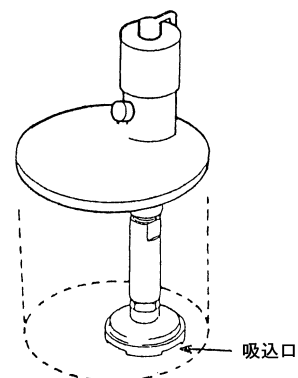

Fig. 7
- 塗料缶の塗料を点検し、塗料面が必ずサクションフィルター吸込口より上にあるよう補充してください。(Fig. 7)